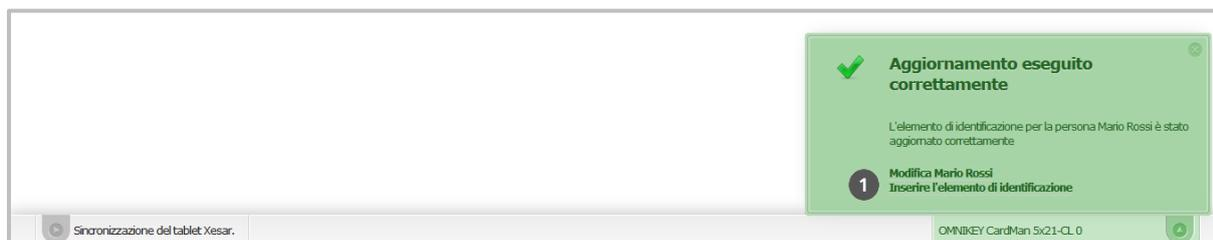

Figura 114: Inserire l'elemento di identificazione
- Selezionare **Inserire l'elemento di accesso**  (Figura 114: Inserire l'elemento di identificazione).